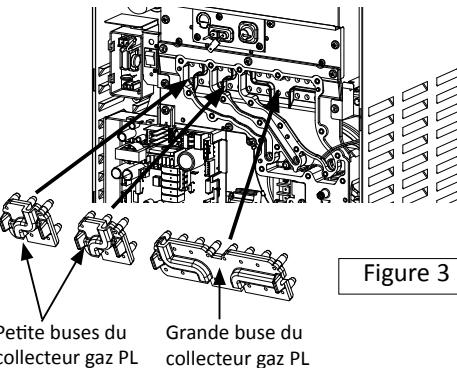

Figure 3
- Consulter la Figure 3 et identifier le bon emplacement pour chaque buse de collecteur Gaz PL. Les attaches de buses sont de deux types : Une petite et une grande. Les attaches de la plus petite buse sont pour les deux sections de gauche et la plus grande est pour la section de droite.
10. Installer chaque buse de collecteur gaz PL tel qu'illustré dans la Figure 3.